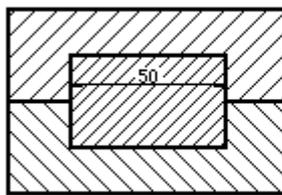

FIGURA 10
9. Debe evitarse la consignación de cotas sobre superficies sobre las superficies rayadas. En caso de consignarse, se interrumpirá el rayado en la zona de la cifra de cota, pero no en las flechas ni líneas de cota (figura 10).